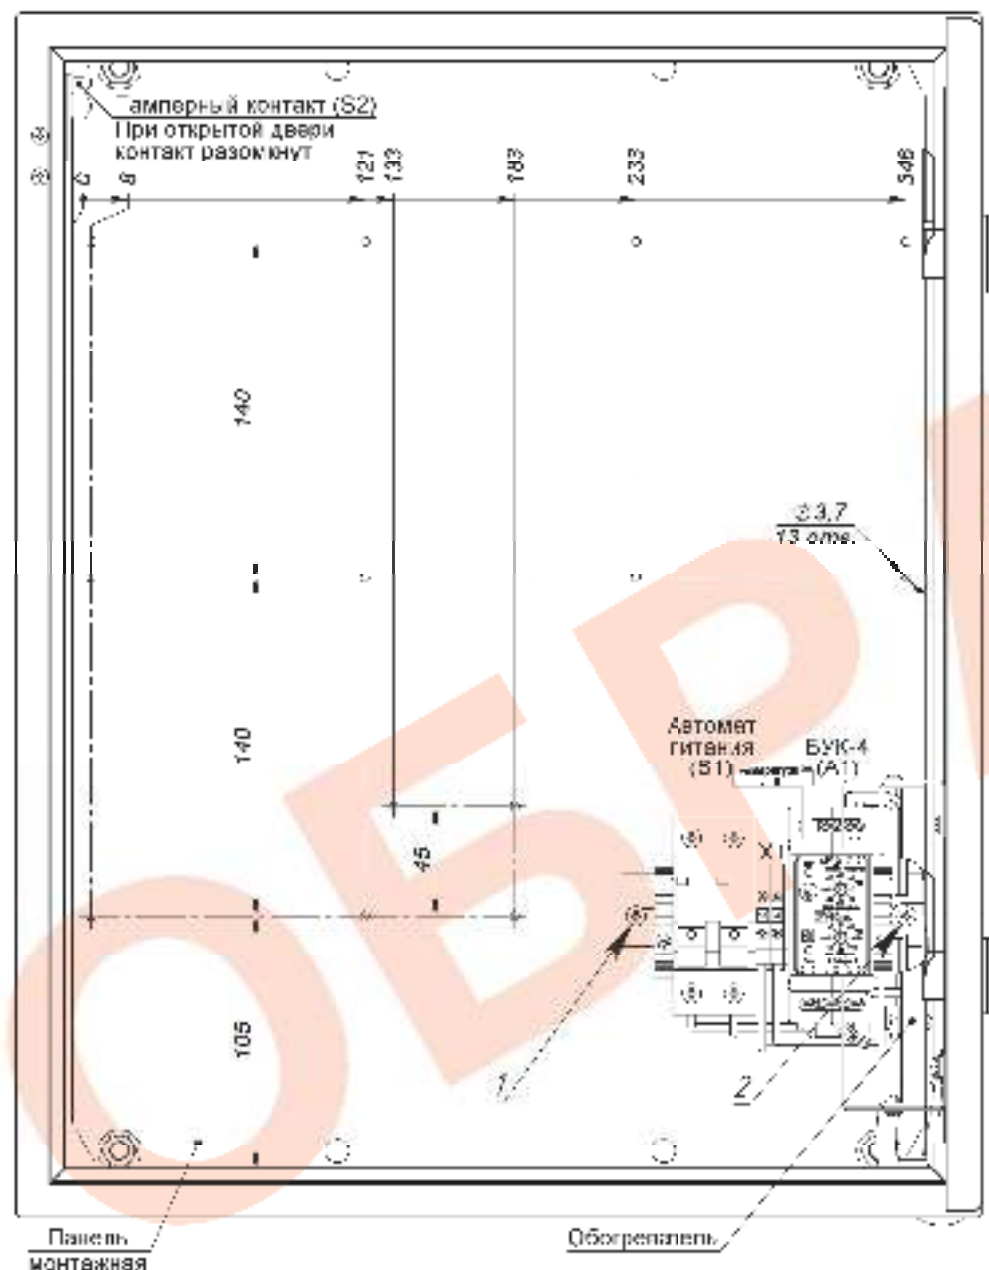

Рис.1. Устройство термощафа (дверь открыта на 90°)
Для установки в термощаф телевизионного (электронного) оборудования необходимо извлечь монтажную панель (рис.1), для чего необходимо:
3. Снять с монтажной панели DIN-рейку с установленными на ней автоматом питания S1, клеммами X1 и блоком управления климатом БУК-4 (А1), выкрутив крепления DIN-рейку саморезы 1 и 2 (рис.1).
2. Подключить телевизионное (электронное) оборудование к клеммам X1, при этом фазный провод (L) соединить с контактом 1.1, нулевой провод (N) с контактом 2.1.
3. Подключить амперный контакт S2 (рис.1) к внешнему устройству сигнализации.
5. Подключить кабель питания к входу автомата питания S1, при этом фазный провод (L) соединить с контактом 1, нулевой провод (N) с контактом 3.